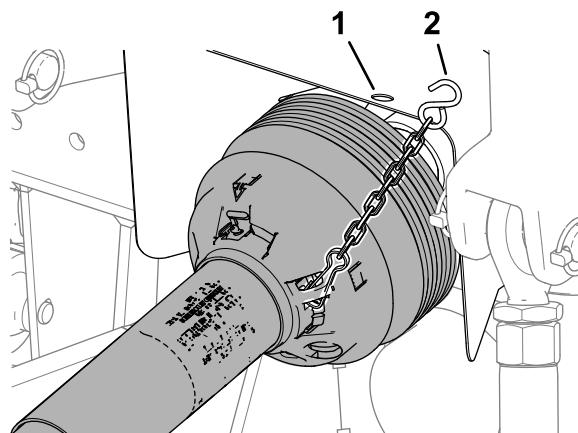

Рисунок 49
5. Отсоедините предохранительную цепь щитка (Рисунок 49) от механизма отбора мощности тягового блока (только для моделей, соответствующих требованиям СЕ).